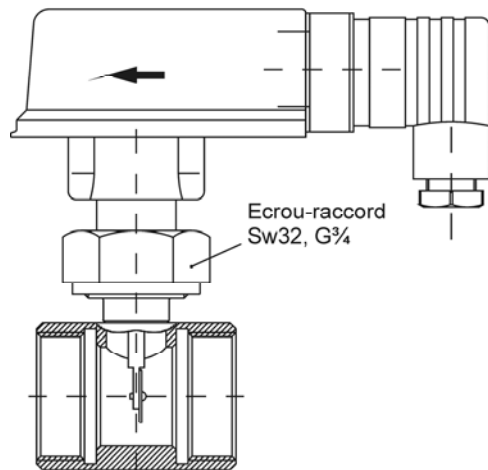

Fig. 5
- ↖ Les commutateurs de débit, équipés en option d'une pièce tubulaire en cuivre (Fig. 5), doivent être brasés au tube. Avant d'effectuer les travaux de brasage, il faut désolidariser de la pièce tubulaire le commutateur de débit (corps avec système de tige à bascule) et l'anneau torique afin d'éviter leur surchauffe.